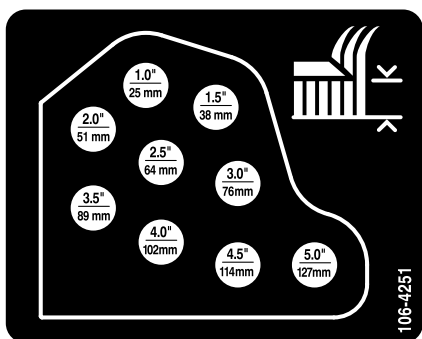

Figure 24
11. Montez les chaînes de hauteur de coupe dans le trou correspondant à la hauteur de coupe voulue à l'aide de l'axe de chape et de la goupille fendue (Figure 24).